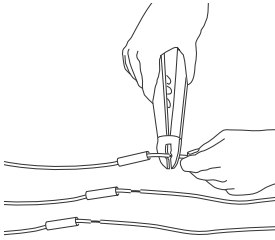

Fig. 7 Prensado de los conectores
4. Introduzca un tubo termorretráctil en cada conductor. Use un conector de tipo "Sta-Kon" del tamaño adecuado para cada conductor, asegurándose de hacer coincidir los colores. Use unos alicates "Sta-Kon" para presionar los conectores. Consulte la fig. 7. Asegúrese de apretar bien con los alicates, especialmente si el cable es largo.